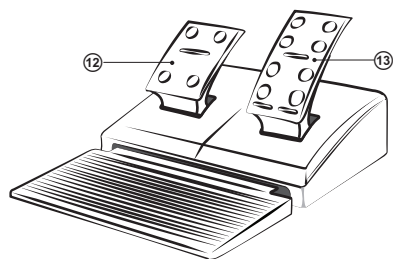

Рис. 2. Блок педалей
• Подключите к устройству блок педалей (рис. 2) с помощью встроенного в блок кабеля к разъему RJ-11 (13), а потом подключите манипулятор кабелем USB (15) к свободному порту USB компьютера.